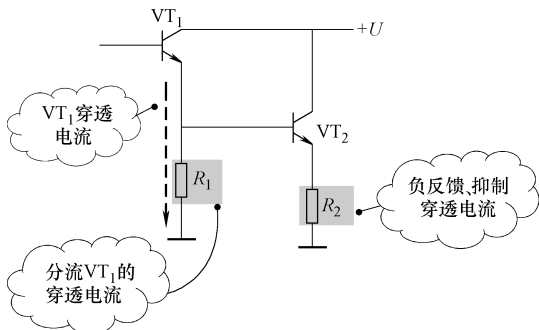

图 11-128 减小复合管  $I_{CEO}$  电路措施
3) 复合管的集电极—发射极反向截止电流 (俗称穿透电流)  $I_{CEO}$  很大。这是因为  $VT_1$  的  $I_{CEO1}$  全部流入了  $VT_2$  基极, 经  $VT_2$  放大后从其发射极输出后很大。晶体管  $I_{CEO}$  大, 对晶体管的稳定工作十分不利。为了减小复合管的  $I_{CEO}$ , 常采用如图 11-128 所示电路措施减小复合管的  $I_{CEO}$ 。